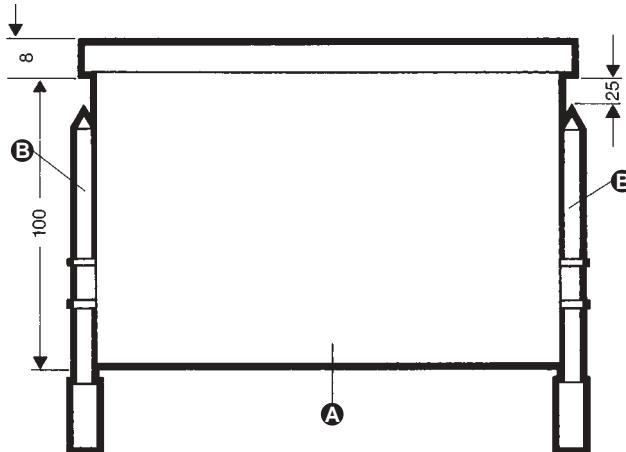

Fig. 1
- Einschuböffnung DIN 43700, 138 x 68 in Schaltschrank oder Schalttafel schneiden. Tafelstärke maximal 15 mm (Fig. 1).
- Provide panel cut-out 138 mm x 68 mm (DIN 43700) in control cabinet or panel. Maximum panel thickness 15 mm (Fig. 1).
- Couper l'ouverture 138 x 68 (DIN 43700) dans l'armoire ou le panneau de contrôle. Epaisseur max. du panneau 15 mm (Fig. 1).
1. Cortar una ventana de montaje según DIN 43700 (138 x 68) en el cuadro o armario de maniobra. Espesor máximo del panel, 15 mm (Fig. 1).